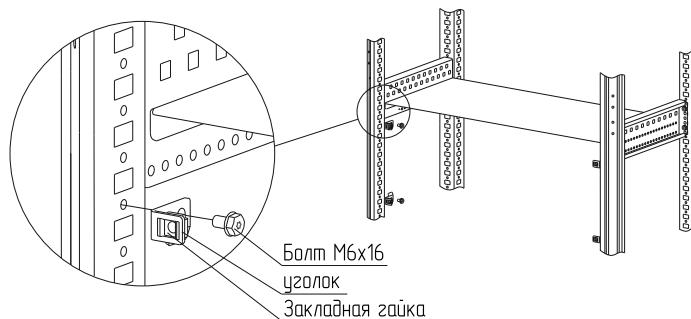

Рисунок 47
4.25.2 В уголки установите закладные гайки и закрепите на стойки каркаса в места, соответствующие высоте и отверстиям фальш-панели внешней (рисунок 47). болтами M6×16, момент затяжки – 7 Н·м.